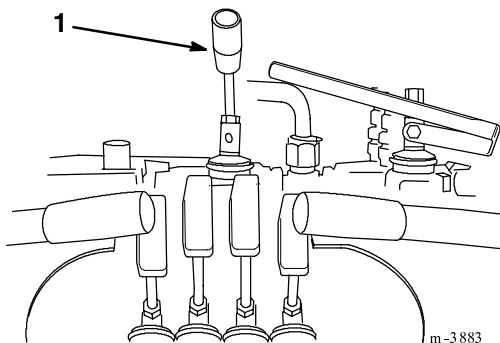

Abbildung 3
- Den Hebel in das Pumpenwahlventil drehen (Abb. 3).